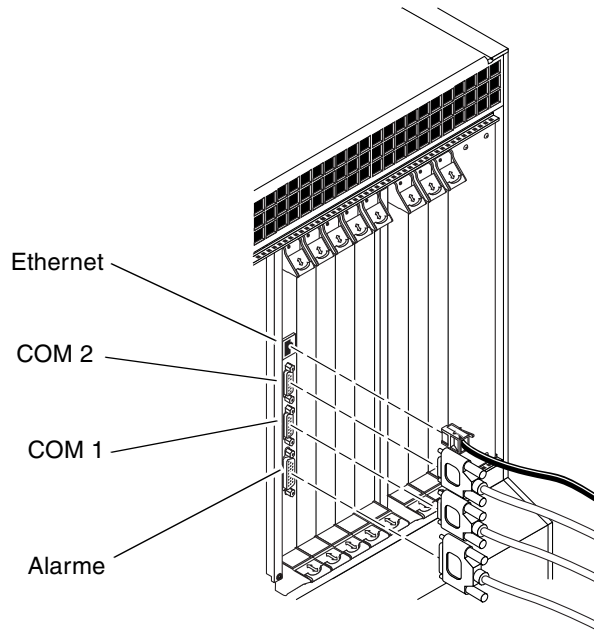

FIGURE 5-38 Connecteurs de la carte de branchement arrière de l’alarme
2. Effectuez les connexions requises sur la carte de branchement arrière de l'alarme. La FIGURE 5-38 illustre les connecteurs de la carte de branchement arrière de l'alarme.